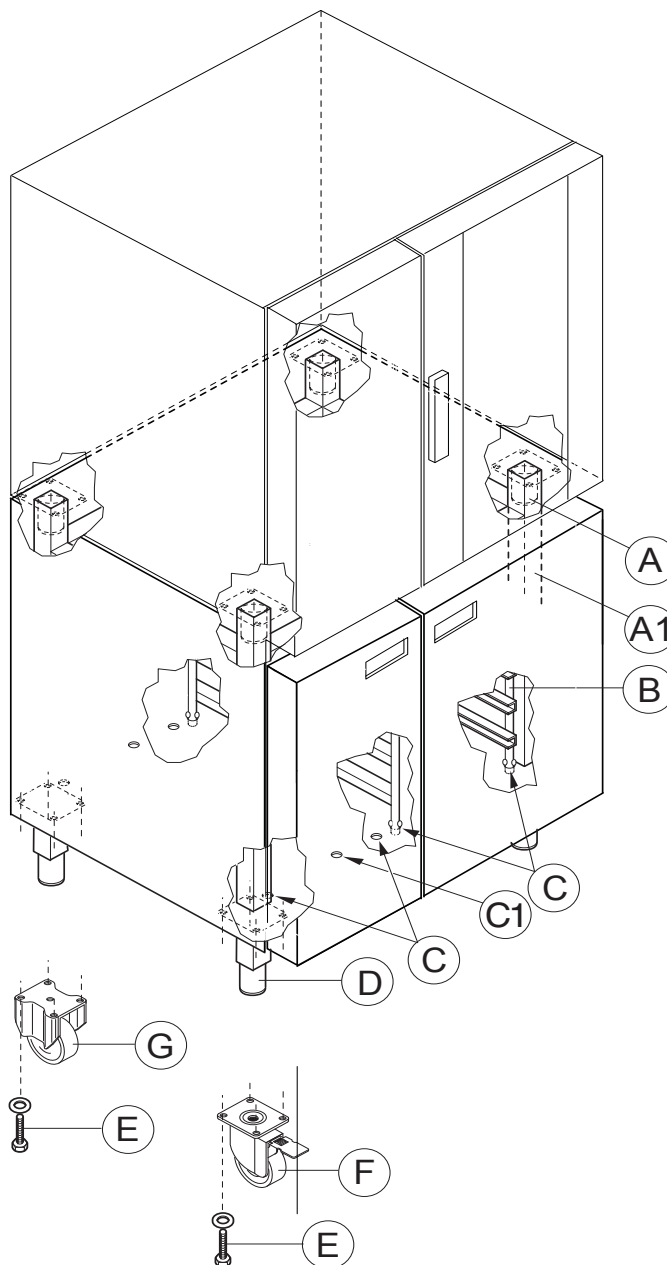

Fig. 2
- Fissare il forno alla base avvitando negli angoli le viti "A" (M5x14), con accesso dal lato posteriore, dal vano tecnico sottoporta e dallo scarico pannello comandi (fig. 2).
(fig. 2)
#### 3.3.2 Supporti guide per griglie (fig. 2) (accessorio)
#### 3.3.3 Kit ruote (fig. 2) (accessorio)